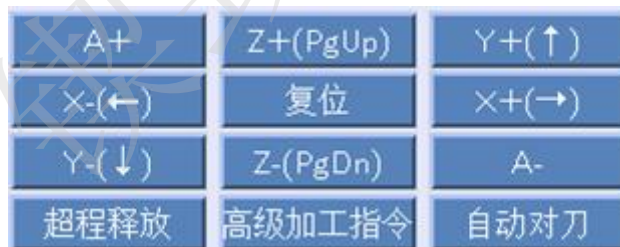

图 4-5 自动对刀按钮
5. 将对刀时进给速度（参数 P3005）设为较低值，在手动方式下点击右下角的<自动对刀>，进行初次对刀（如图 4-5）。对刀成功后，你将看到工件零点的 Z 轴坐标将发生变化。